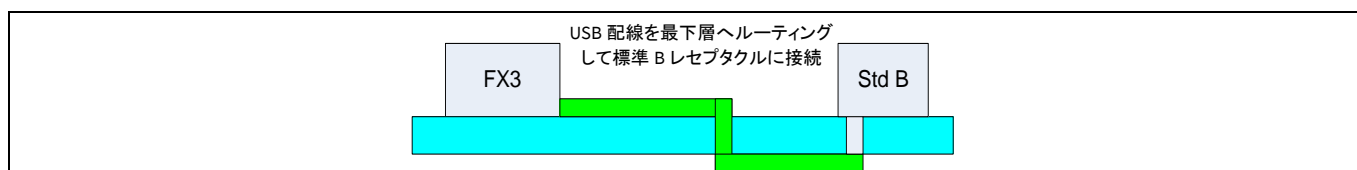
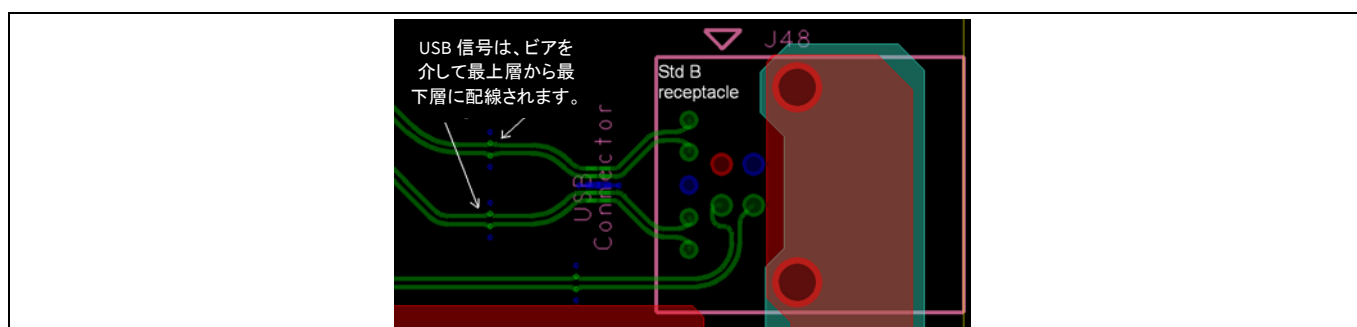

**Figure 28** Micro-B レセプタクルの配置
**Figure 29** Micro-B レセプタクルのレイアウト
- Micro-B レセプタクルは表面実装レセプタクルであるため、USB 信号は EZ-USB™ FX3 デバイスおよび USB 3.0 Micro-B レセプタクルと完全に同じレイヤーに配線できます。Micro-B レセプタクルの配置と Micro-B レセプタクルのレイアウトについては、それぞれ Figure 28 と Figure 29 を参照してください。